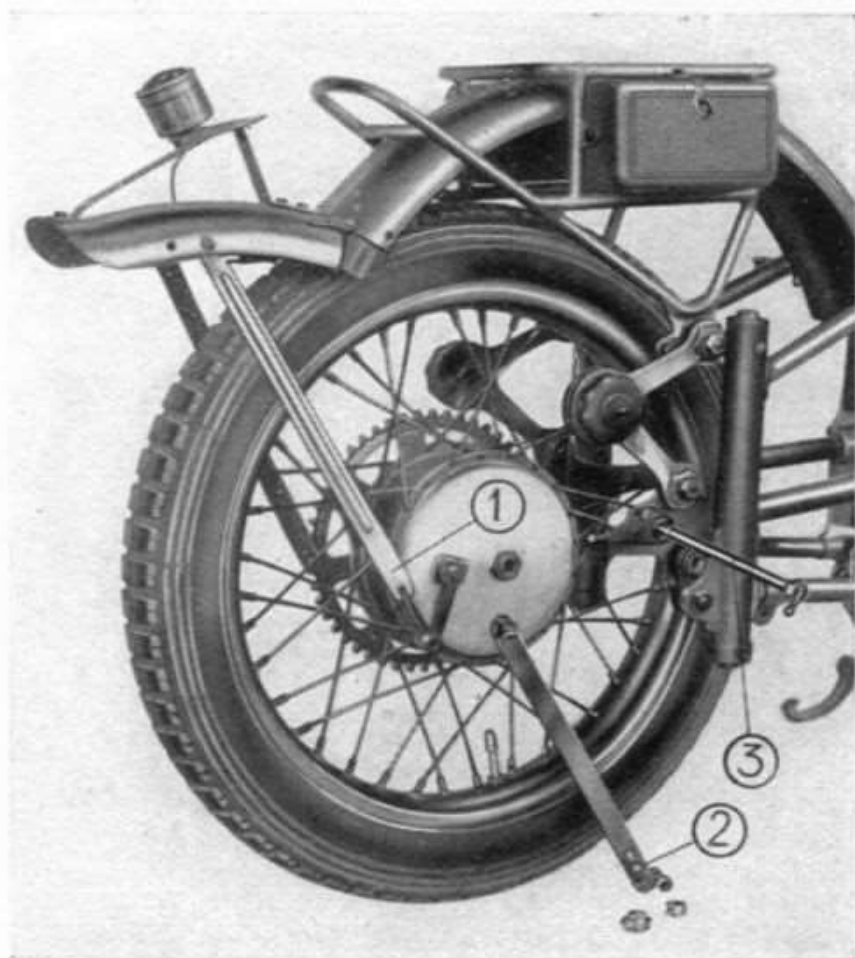

Fig. 20
allentando i due dadi che fissano le aste al telaio (1) (fig. 20). Togliere il bullone che fissa la piastrina di ancoraggio del disco porta ceppi freno (2). Togliere la catena di trasmissione.